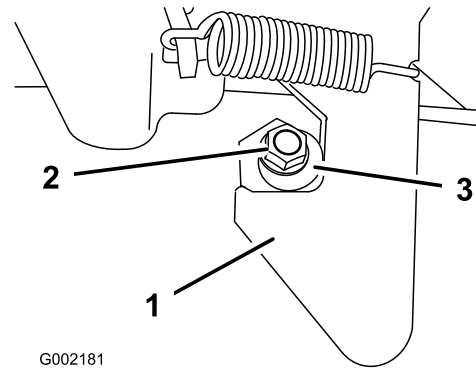

Figura 55
- Afloje la contratuerca del extremo del tope del enganche (Figura 55).
- Gire el tope del enganche en sentido horario hasta que quede apretado contra el enganche (Figura 55).